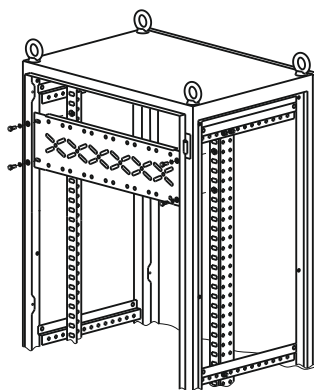

Рисунок 7
4.6.1 Закрепите уголки вертикальные в соответствии с 4.3, установите гайки кузовные М6 в передние прямоугольные отверстия уголков вертикальных в количестве и в местах, соответствующих расположению панели ПН (рисунок 7).
4.6.2 Приложите панель ПН к уголкам вертикальным и закрепите болтами М6х16 с шайбой и шайбой пружинной (рисунок 7). Момент затяжки – 5 Н·м.